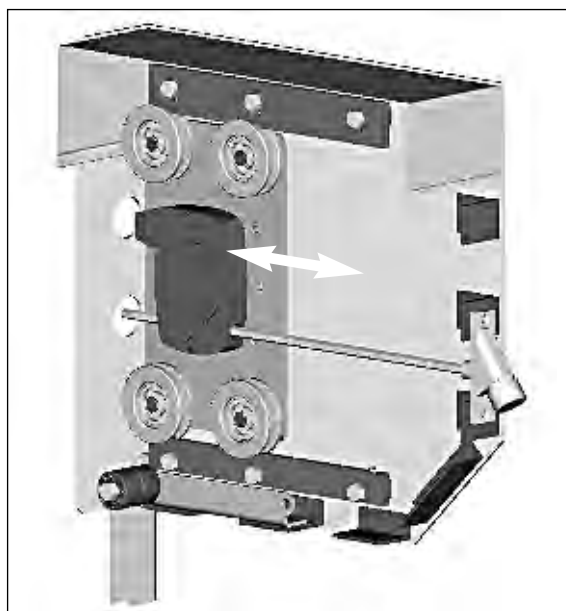

Рис.2.14
1. Выверить местоположение кардана, обеспечив свободное перемещение каретки с двигателем по приводному штифту кардана (рис.2.14);